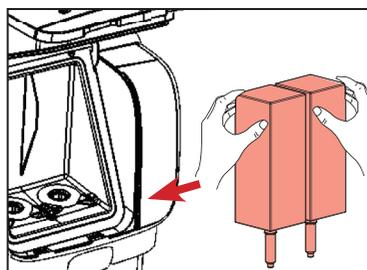

Fig. 5
4. Pulire l'apertura del dosatore con uno spazzolino e l'interno del vano di raffreddamento con un panno umido e pulito, quindi asciugare con un panno pulito o una salvietta di carta (vedere la fig. 4). Infine, rimontare le confezioni dei prodotti (vedere la fig. 5).